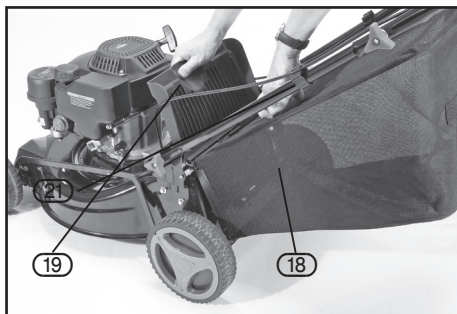

FIG. 7
8.3 ASSEMBLING THE GRASS COLLECTION BAG – FIGS. 7 & 8
8.4 ASSEMBLING THE GRASS COLLECTION BAG ONTO THE LAWN MOWER – FIGS. 7 & 8